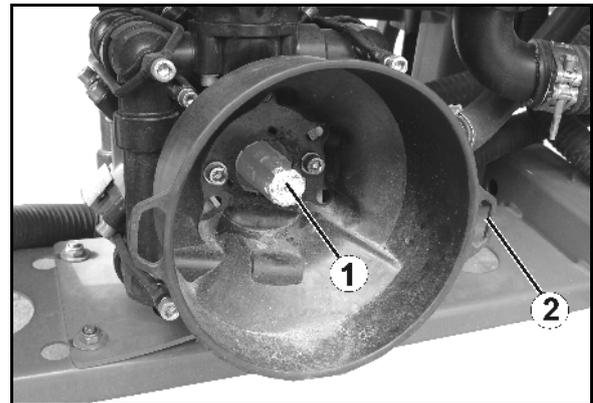
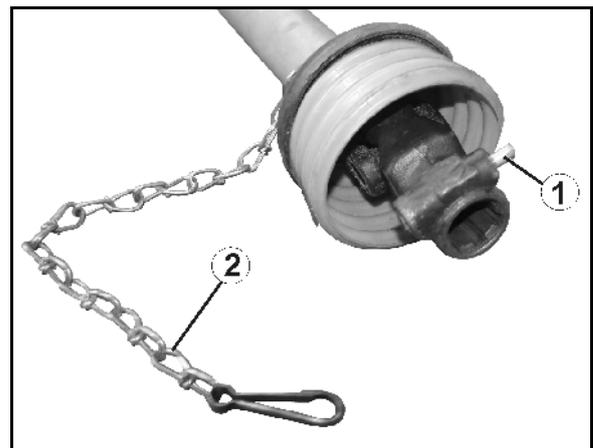

Fig. 98
Fig. 99
1. Limpar e untar o veio de entrada (Fig. 98/1) da bomba.
2. Pressionar o perno de mola (Fig. 99/1) do veio de transmissão.
4. Engatando a corrente (Fig. 99/2) na máquina (Fig. 98/2), proteger a protecção do veio de transmissão, para impedir que este gire solidariamente.